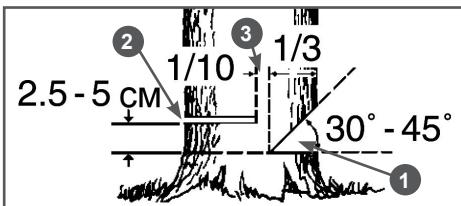

Рис. 14 Расположение запила, пропила и недопила
- Начните пилить с той стороны дерева, куда оно должно упасть (Рис. 14). Сделайте запил 1 с той стороны, куда должно упасть дерево, глубиной примерно 1/3 диаметра ствола и под углом от 30 до 45 градусов (Рис. 14). Линия стыка двух пропилов, образующих запил, называемая направляющей линией, должна располагаться как можно более горизонтально и под углом 90 градусов к направлению валки.
евременно клин в пропил 2 (Рис. 14). Недопил 3 действует как шарнир и позволяет контролировать падение дерева (Рис. 14).
Ни в коем случае не допиливать до конца недопил 3 (Рис. 14), так как вы не сможете контролировать направление падения дерева.